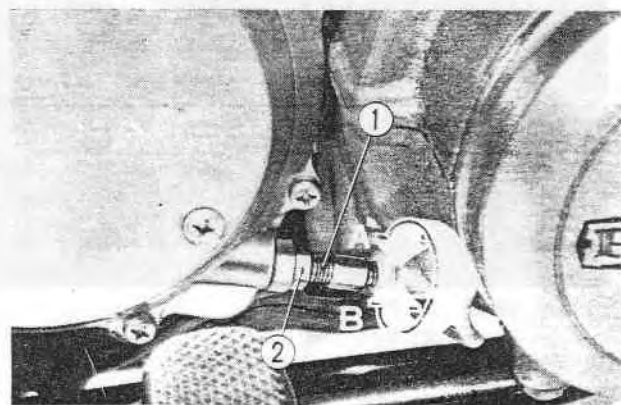

Fig. 19-12 ① Boulon de réglage de câble d'embrayage
- b. Tourner le boulon de réglage de câble, situé sur le carter d'embrayage, dans le sens A pour détendre la commande. (Fig. 19-12)